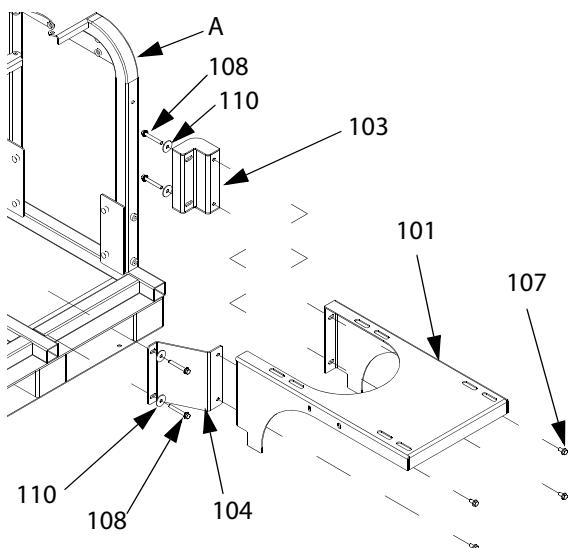

Рис. 6. Задняя часть рамы
- b. Повторите эти действия для второго бункера (D) на противоположной стороне рамы (A).
2. Монтаж бункеров (D) на заднюю часть рамы (A). См. Рис. 6.